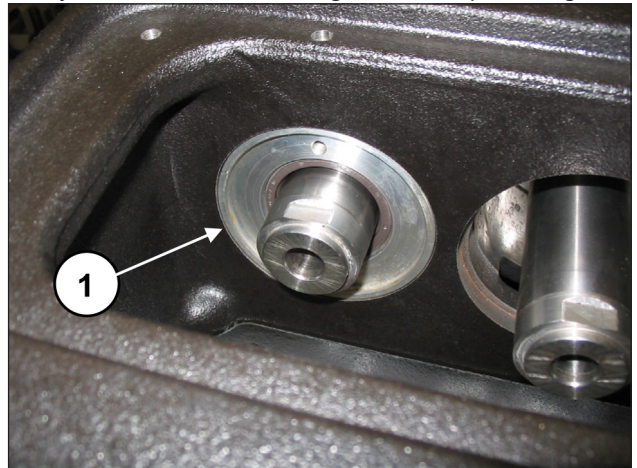
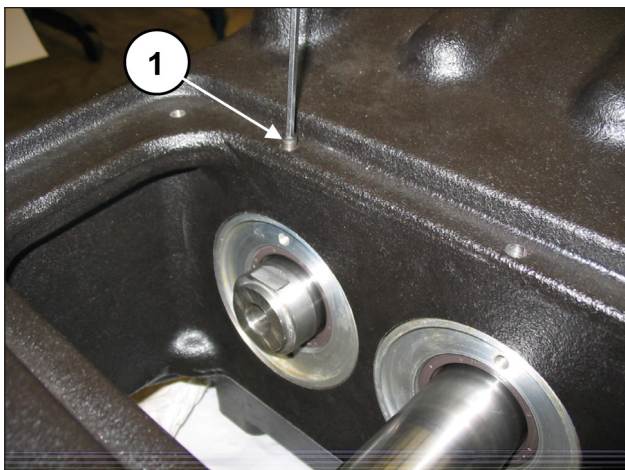

Fig. 97
Fig. 98
Certifique-se de que a cobertura entre completamente no local (pos. ①, Fig. 97), prestando atenção para não danificar a borda do anel de vedação radial. Solte as coberturas da vedação do óleo, mediante dois grãos M6x30 (pos. ①, Fig. 98).